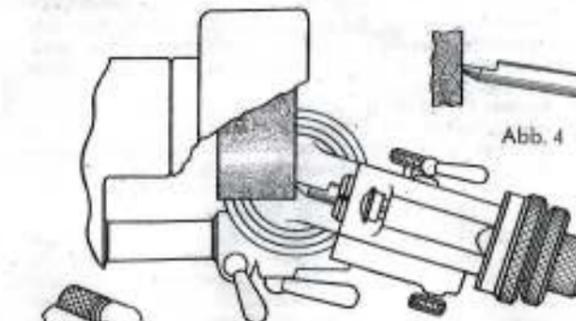

Abb. 4
3. Knebel K3 und K4 lösen. Teilungsring T4 am Knopf gegen Anschlag halten und Schwenkarm von der 90° Stellung aus auf den gewünschten Schnittwinkel z. B. 10° auf 80° einstellen. Knebel K3 und K4 wieder festziehen (Abb. 4).